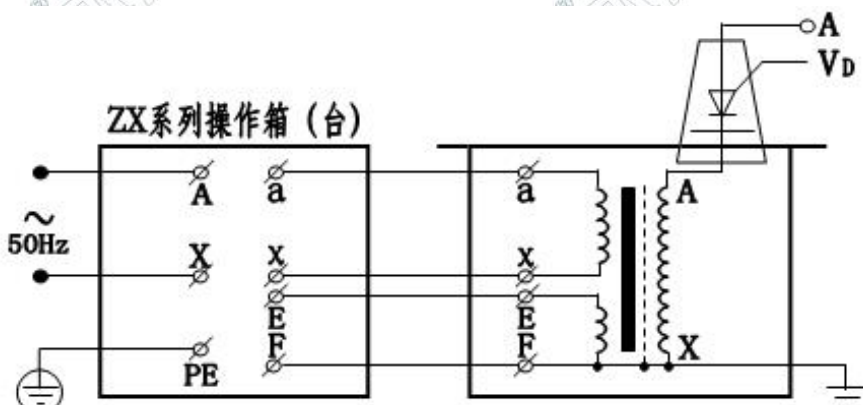

图 4 变压器直流耐压工作原理图
2.YDJ (Z) 系列高压试验变压器直流耐压工作原理图，见图 4。